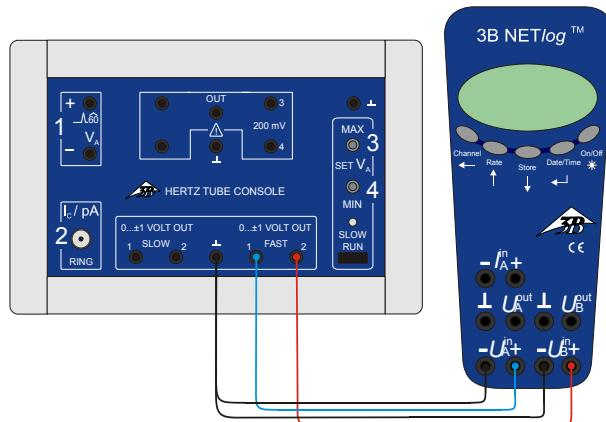

Fig. 2 Conexión del 3B NET/log™ en la unidad de control para tubos de potenciales críticos
- Se conecta la salida Fast 1 de la unidad de control en el entrada A, y resp. la salida Fast 2 en la entrada B de la 3B NETlog™. (ver Fig. 2)